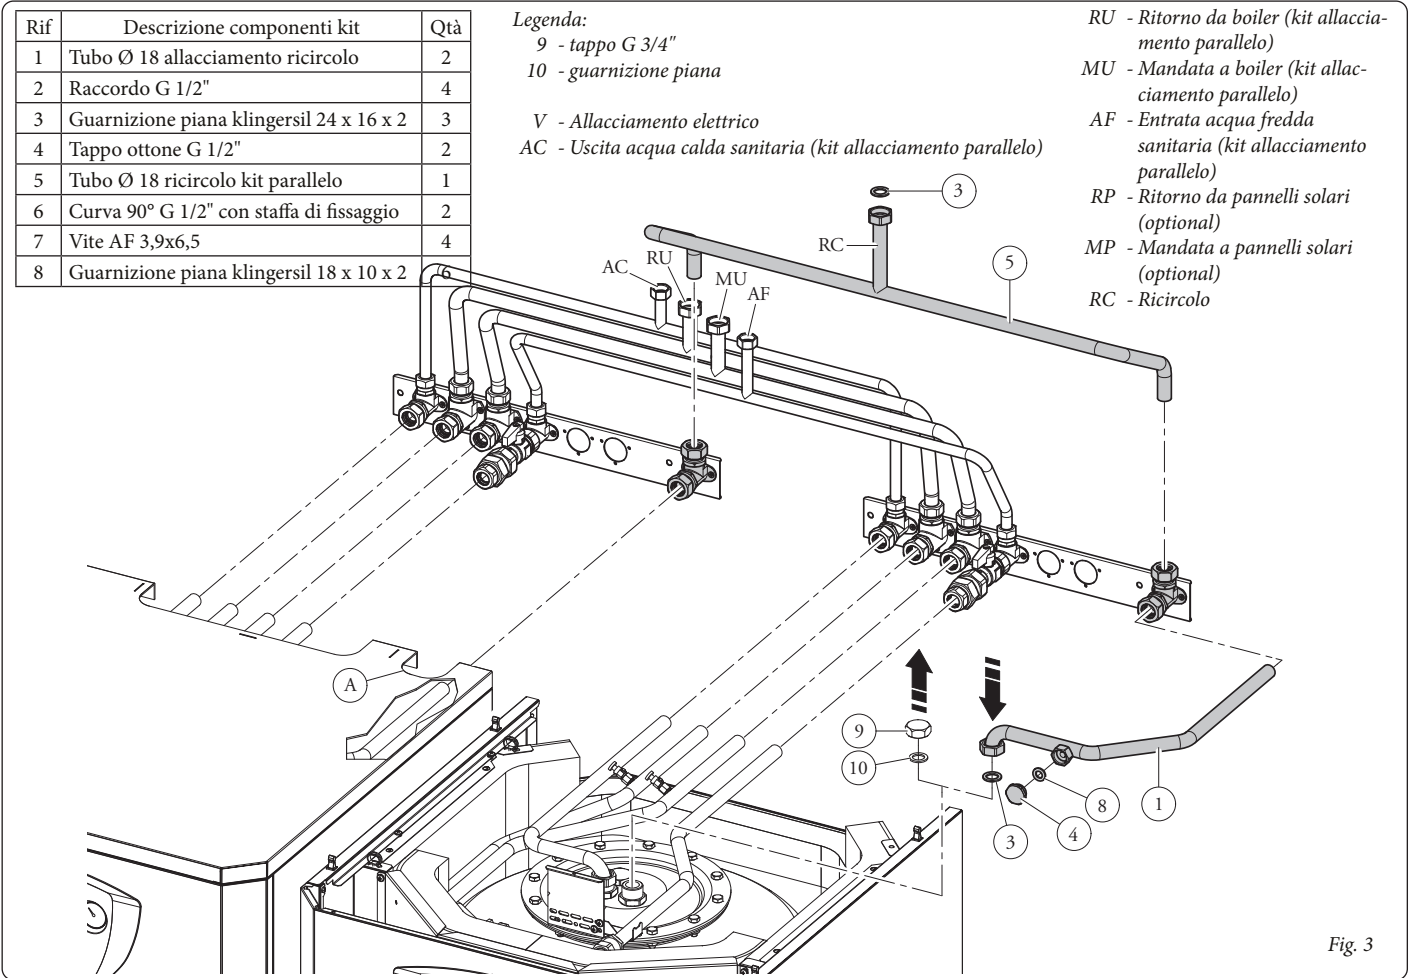

Fig. 3
- Eliminare la parte superiore pretranciata della mantellatura per permettere il passaggio del tubo ricircolo ottenendo uno spacco come rappresentato in fig. 3 nel punto (A).